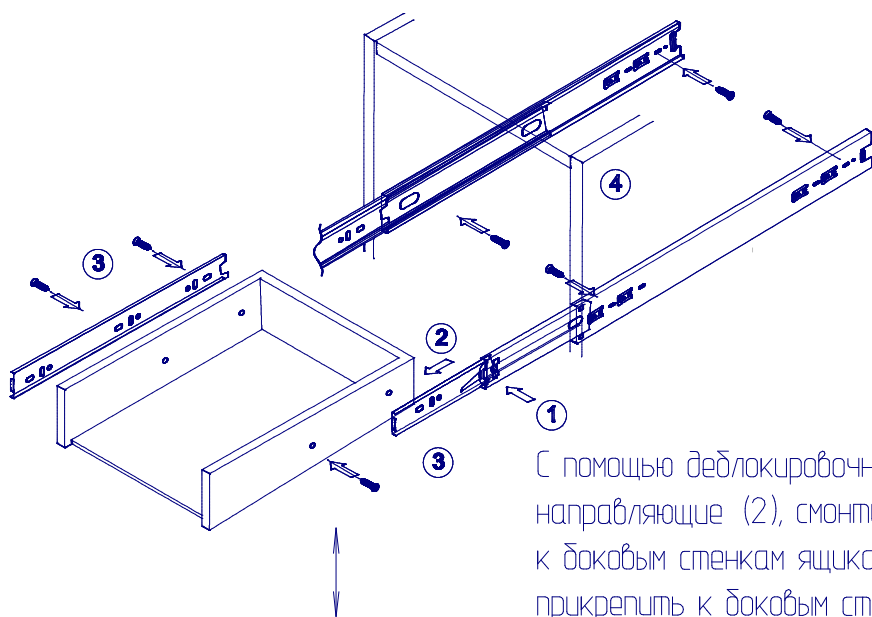

рисунок 1
3. При необходимости отрегулировать ящик по вертикали (рисунок 1)